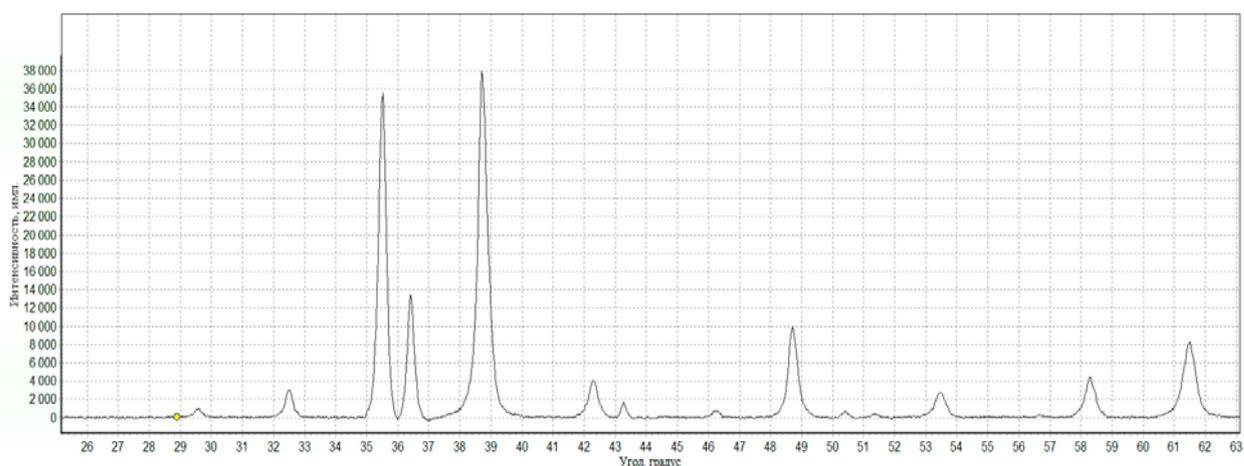

Рис. 4 Рентгеновская дифрактограмма нанокристаллических порошков, включающих Си и О
4. По рентгеновской дифрактограмме (рис. 4) нанопорошка определить размер областей когерентного рассеяния
5. По рентгеновской дифрактограмме (рис. 4) нанопорошка определить весовое соотношение фаз.